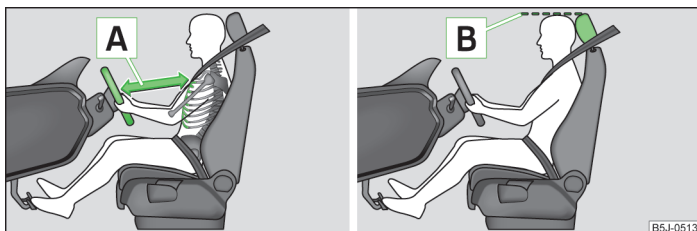

Fig. 107 Posición de asiento correcta del conductor/Ajuste correcto del reposacabezas
- Ajustar el volante de tal modo que la distancia entre el volante y el esternón sea, como mínimo, de 25 cm **A** » fig. 107.
- Ajustar el reposacabezas de tal modo que el borde superior del mismo se encuentre dentro de lo posible a la misma altura que la parte superior de su cabeza **B** » fig. 107 de la página 127 » página 127.
- Ajustar el reposacabezas de tal modo que el borde superior del mismo se encuentre de ser posible a la misma altura que la parte superior de la cabeza **B** » fig. 107 de la página 127 » página 127.